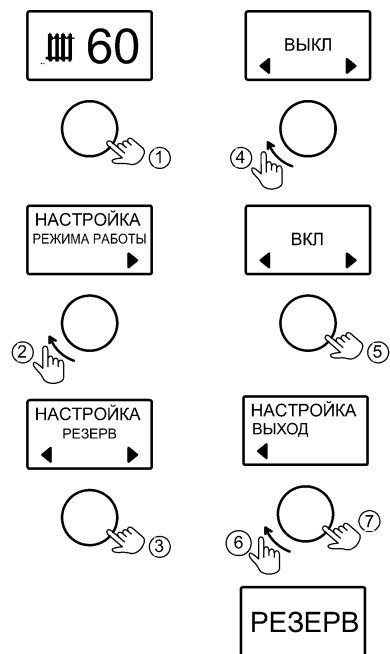
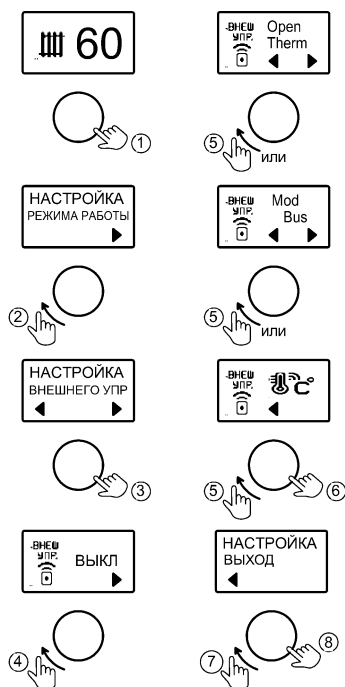

Рисунок 9
Рисунок 14.
**9.5 «РЕЗЕРВ»** - режим при котором котёл находится в ожидании включения нагрева. Активация и настройка указана на рис. 9. При активации котёл становится “резервным” и нагрев от него прекращается, работа циркуляционного насоса резервного котла приведена в. п.10.6.
Во вкладке настраивается работа котла от внешних устройств по протоколам **OpenTherm**, **ModBus** (например **MYHEAT SMART**) или работа от внешнего термостата (см. рис.14). Подробнее с возможностями управления можно ознакомиться в инструкциях на внешнее устройство. **В случае использования контроллера MyHeat**
Во вкладке активируется работа котла в режиме РЕЗЕРВ. При управление основным и резервным котлом через контроллер MyHeat по OpenTherm режим РЕЗЕРВ активируется автоматически (сигнал активации поступает от контроллера MyHeat) - в этом случае необходимо активировать внешнее управление по OpenTherm (см. рис. 14). В других случаях необходимо активировать режим согласно рис. 9.